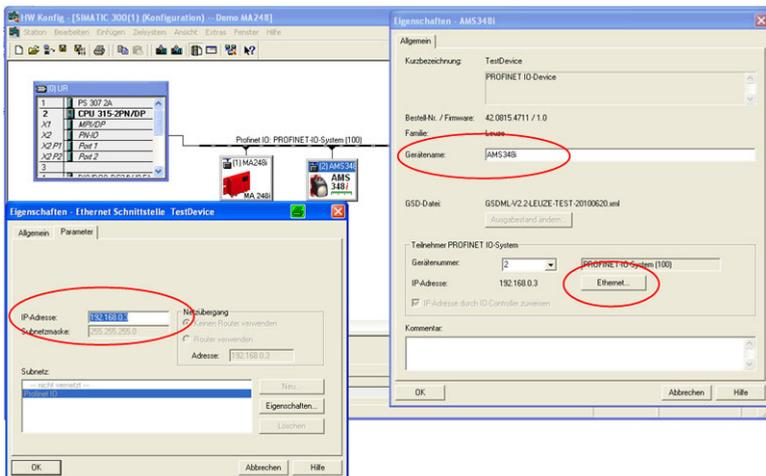

Figura 9.9: Asignación de un nombre de equipo inequívoco en la ventana de propiedades
- Asignar los nombres de los equipos a los dispositivos IO configurados (vea la figura 9.9)